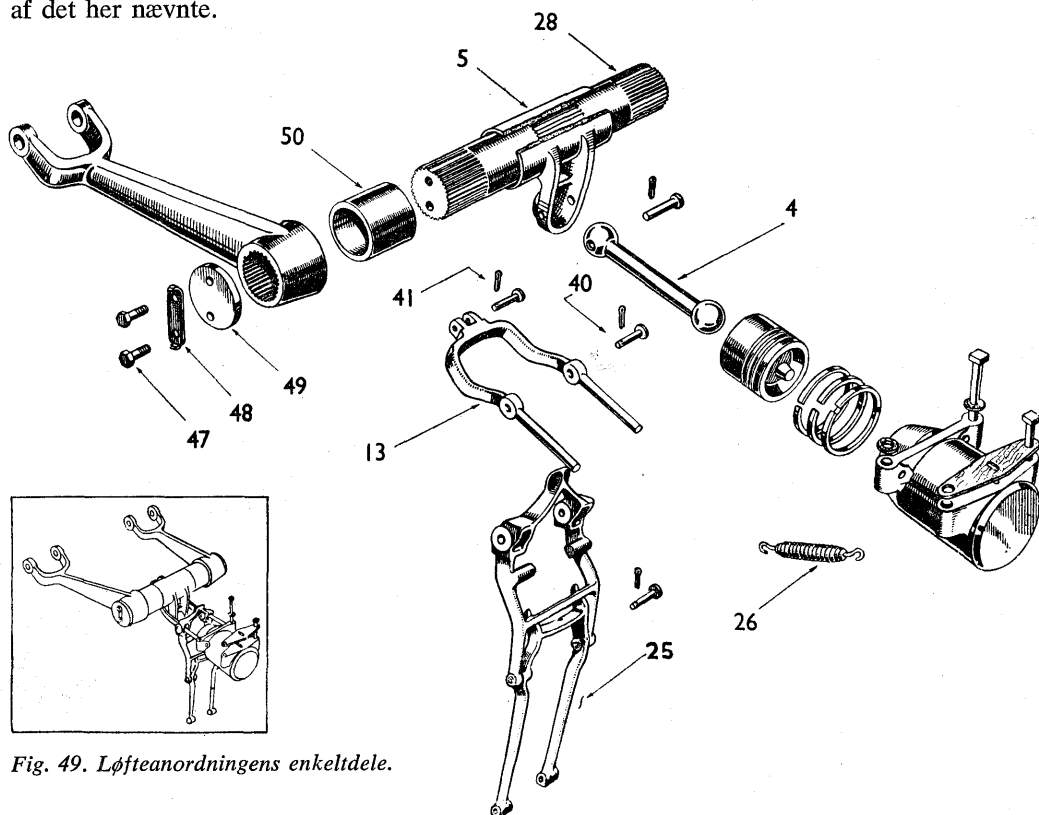

Fig. 49. Løfteanordningens enkeltdele.
Aftag skruerne (47) (fig. 49), låseblok (48), dæklade (49) og træk den ene arm af akslen. Driv akslen (28) ud og frigør samtidig armen (5). Afmonter arbejdscylinderen og udtag stempellet.